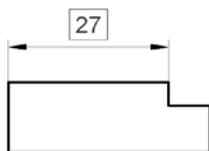

图 8.2.8 加边框
- **文字样式 (S)**：下拉列表：用于选择标注的文字样式。也可以单击其后的“...”按钮，在系统弹出的“文字样式”对话框中新建或修改文字样式。
- **文字颜色 (C)**：下拉列表：用于设置标注文字的颜色。
- **填充颜色 (L)**：下拉列表：用于设置标注中文字背景的颜色。
- **文字高度 (H)**：文本框：用于设置标注文字的高度。
- **分数高度比例 (F)**：文本框：用于设置标注文字中的分数相对于其他标注文字的比例，系统以该比例值与标注文字高度的乘积作为分数的高度。
- **绘制文字边框 (B)**：复选框：用于设置是否给标注文字加边框，如图 8.2.8 所示。